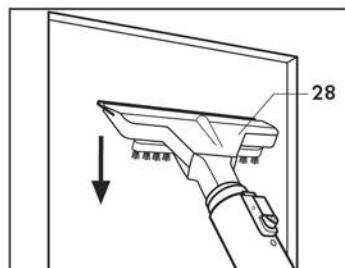

Fig. 12
- pressionar a lâmina de borracha na superfície e aspirar a água presente executando movimentos rectilíneos verticais para baixo (**Fig. 12**).